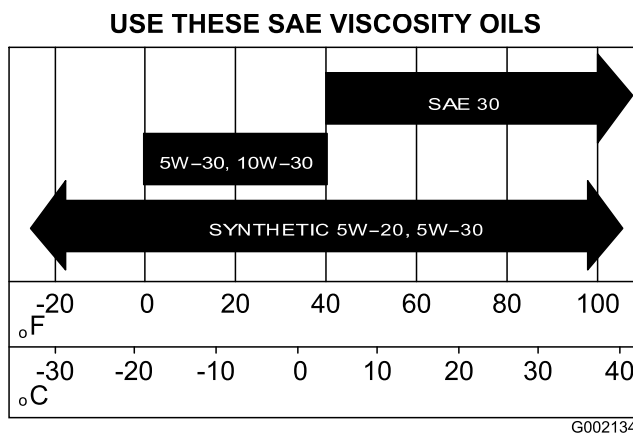

Figure 42
- Remplissez le carter avec l'huile spécifiée ; voir Figure 42 sous Vidange et remplacement de l'huile \(modèles 07273 et 07273TC\) (page 35).